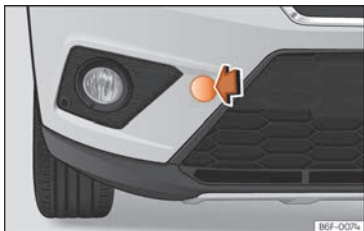
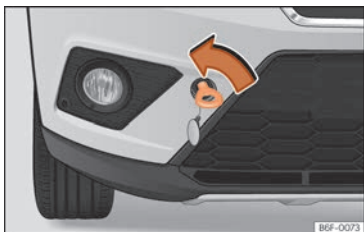

Abb. 46 Stoßfänger vorn rechts: Abdeckung entfernen.
Abb. 47 Stoßfänger vorn rechts: eingeschraubte Abschleppöse.
Die Abschleppöse wird in die hinter einer Abdeckung auf der rechten Seite des vorderen Stoßfängers befindliche Aufnahme eingeschraubt »» **Abb. 46**.
- Drücken Sie die Abdeckung zum Herauslösen im rechten Bereich und lassen Sie sie am Fahrzeug hängen »» **Abb. 46**.
- Drehen Sie die Abschleppöse **entgegen dem Uhrzeigersinn** in die Aufnahme bis zum Anschlag »» **Abb. 47** »»  **Abb. 46**. Verwenden Sie ein geeignetes Hilfsmittel, um die Abschleppöse festzuziehen.